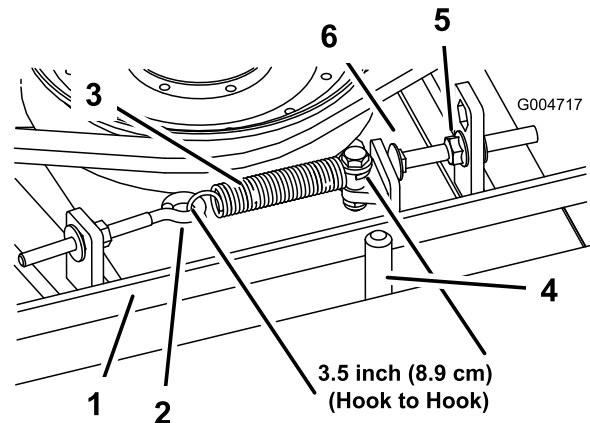

Figura 93
holgura entre la cabeza del perno y el brazo tensor (Figura 93).
Nota: Asegúrese de que la correa está colocada en el lado del muelle de la guía de la correa (Figura 93).
2. Afloje el perno de ojal para poder retirar el muelle de extensión (Figura 93).
3. Afloje la tuerca con arandela prensada que fija el perno de tope a la pestaña de montaje, y aparte la polea tensora de la correa para aliviar la tensión de la correa (Figura 93).
9. Conecte el muelle de extensión (Figura 93) al perno de ojal y tense la correa de la siguiente manera: